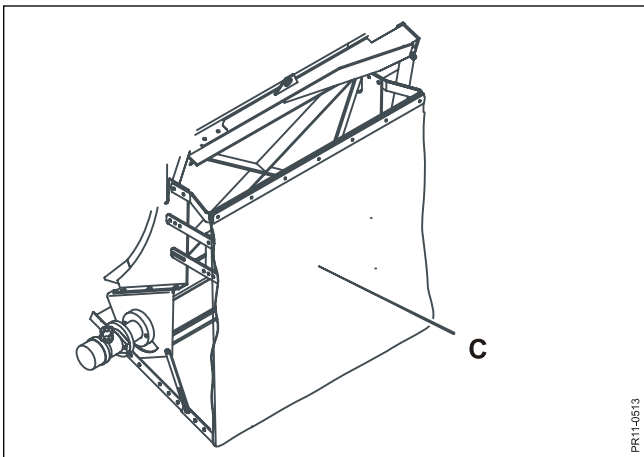

Fig. 5.8
Fig. 5.8 Gummidugen (C) skal **altid** være rullet ned, når kreaturer kan komme i nærheden af vognen i forbindelse med udfodring. Den bremser også foderet, så det ikke kastes længere end tilsigtet.